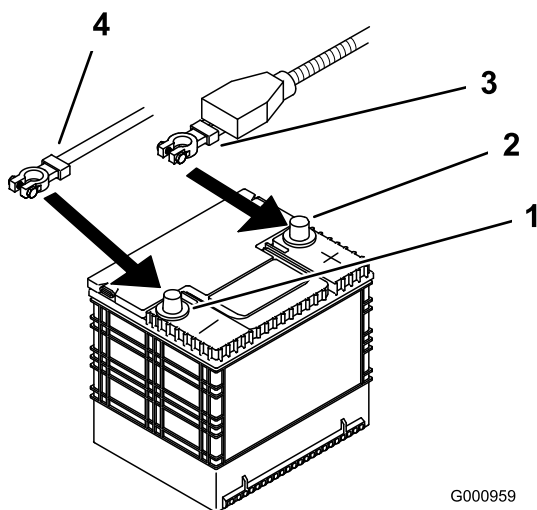

Figure 48
4. Commencez par débrancher le câble négatif de la batterie de la borne négative (-) de la batterie (Figure 48).
5. Enlevez le capuchon rouge de la borne positive (rouge) de la batterie. Débranchez ensuite le câble positif (rouge) de la batterie (Figure 48).
4. Fixez les câbles à l'aide de 2 boulons (1/4 x 3/4 po), 2 rondelles (1/4 po) et 2 contre-écrous (1/4 po) (Figure 48).